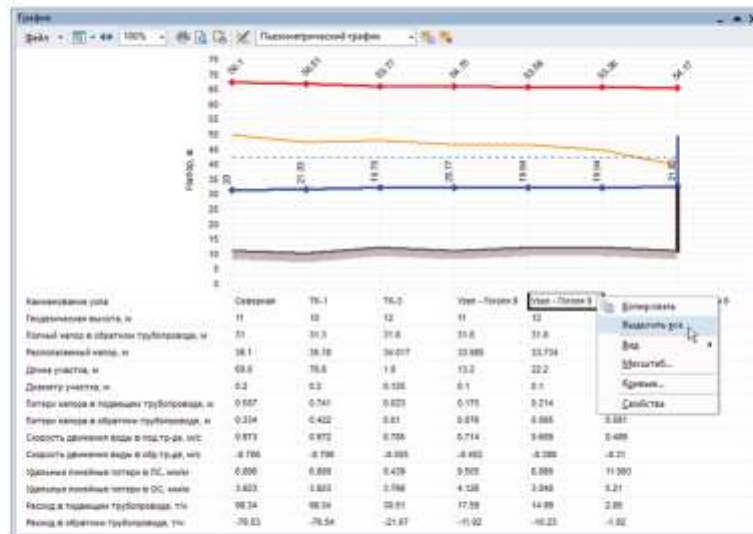

Рисунок 17.6. Выделение всего пьезометрического графика
1. Чтобы скопировать весь пьезографик, в любом месте пьезометрического графика нажмите правую клавишу мыши, после чего в открывшемся контекстном меню выберите пункт Выделить все (смотрите Рисунок 17.6. «Выделение всего пьезометрического графика»). В результате весь график выделится рамкой.